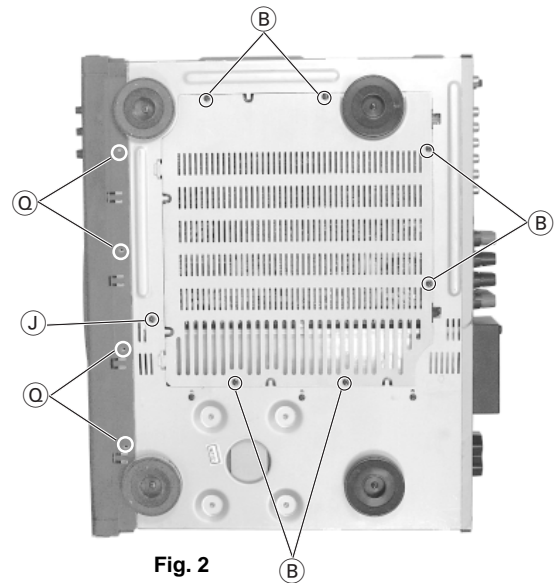
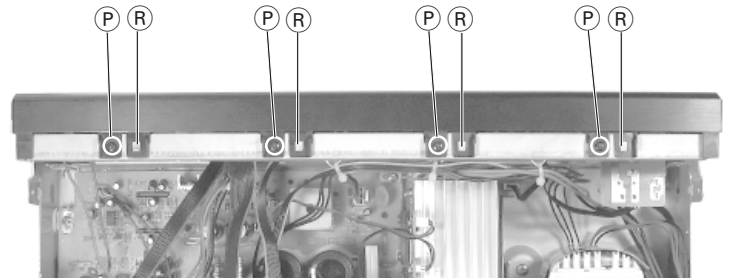

Fig. 2
Fig. 13
- 6 Schrauben (B) herausdrehen (Fig. 2) und Bodenplatte nach hinten abziehen.
- Undo 6 screws (B) (Fig. 2) and pull the bottom plate to the rear side to remove it.
- Schraube ④ auf der Bodenseite (Fig. 2) herausdrehen.
- Undo the screw ④ (Fig. 2) on the bottom.
- 4 Schrauben **P** (Oberseite Frontblende, Fig. 13) und 4 Schrauben **Q** (Unterseite Frontblende, Fig. 2).
- Undo 4 screws **P** (upper side of front cover, Fig. 13) and 4 screws **Q** (lower side of front cover, Fig. 2).